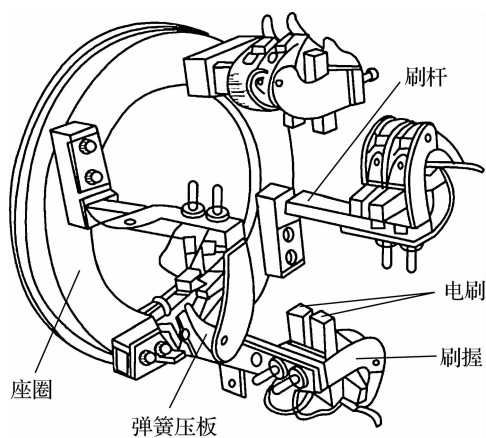

图 2-9 直流电机的电刷装置
(4)电刷装置。电刷装置由电刷、刷握、刷杆、汇流排等组成,用于电枢电路的引入或引出,如图 2-9 所示。